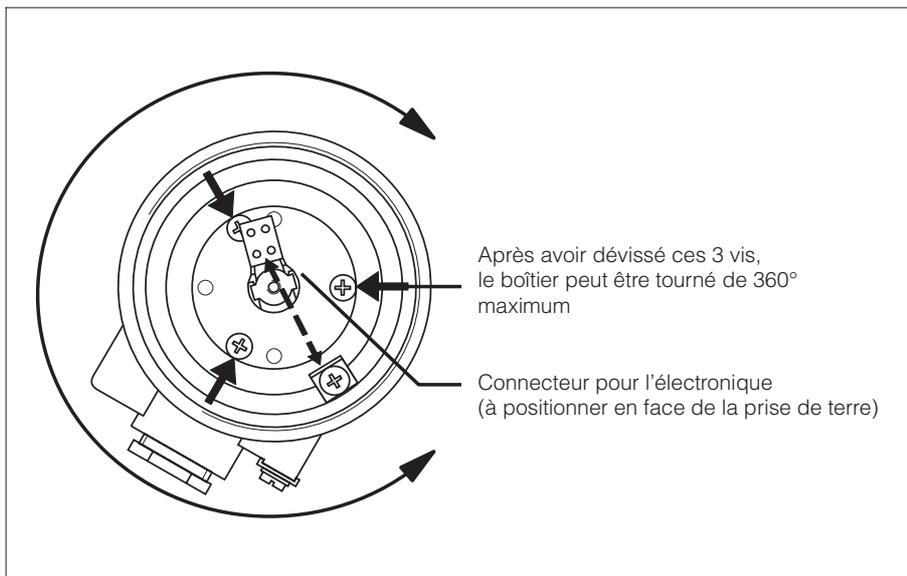

Fig. 13
- dévisser légèrement les 3 vis dans le boîtier, voir fig. 13